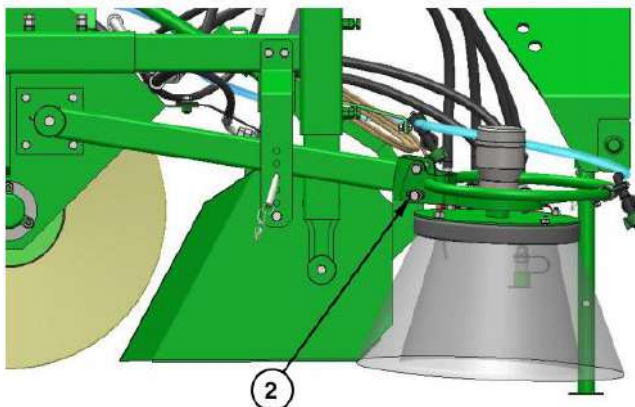

Рис. 13.
Рис. 13 представляет правильно установленный к поверхности угол работы щетки – регулировку совершаем при помощи болта M12 (2). Фронт щетки должен быть легко наклонен вперед. **Помните! Правильная установка высоты и угла работы повышает эффективность сметания мусора и снижает износ щетки.**